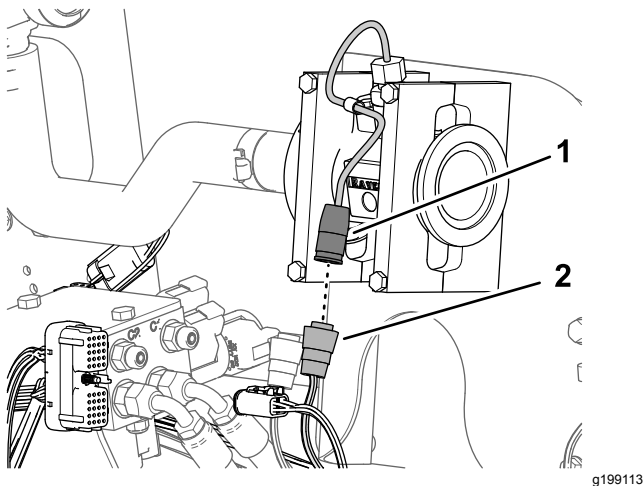

图 87
1. 将标有流量计的 89cm 线束支管 3 插槽接头接入流量计的 3 针接头图 87。